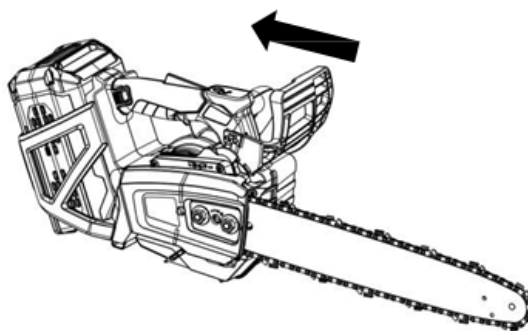

Fig 17
- Lorsque le protège-main est tiré complètement vers l'arrière, le frein de chaîne est desserré (Fig. 17).